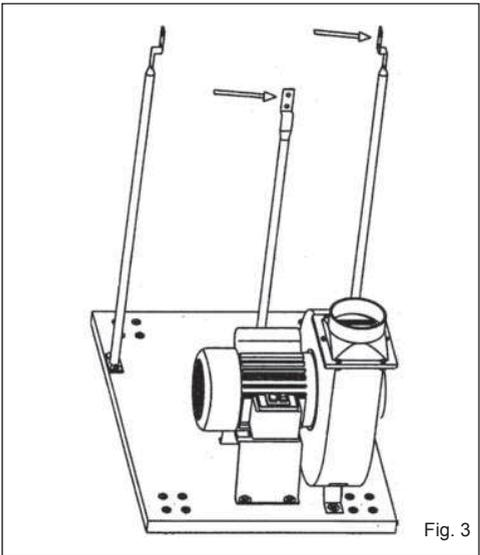

Fig. 3
2. Fixer les montants latéraux et les tiges porte-tambour sur l'embase rectangulaire en utilisant les vis, rondelles et écrous spéciaux (Fig. 3).